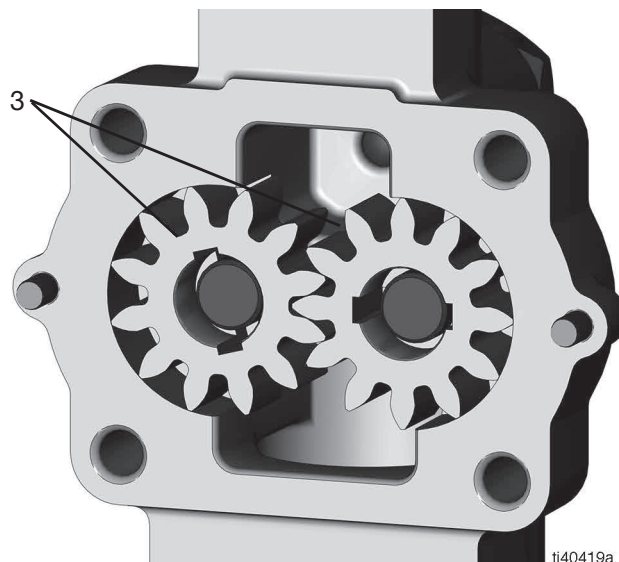

図 10
10. ポンプギア (3) を両方とも取り外します (図 10)。
11. ポンプキャビティとポンプギア (3) に破損または過度の磨耗がないか点検します。破損または摩耗がある場合は、ポンプ ハウジング アセンブリを交換します。どちらもない場合は、ポンプキャビティとギア (3) を清掃します (図 10)。
1. ポンプギア (3) をポンプの空洞にいれ、自由に回転することを確認します (図 10 参照)。